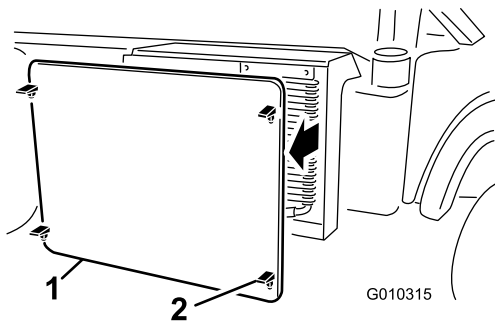

Figure 52
5. Déverrouillez et enlevez l'écran devant le radiateur (Figure 52).